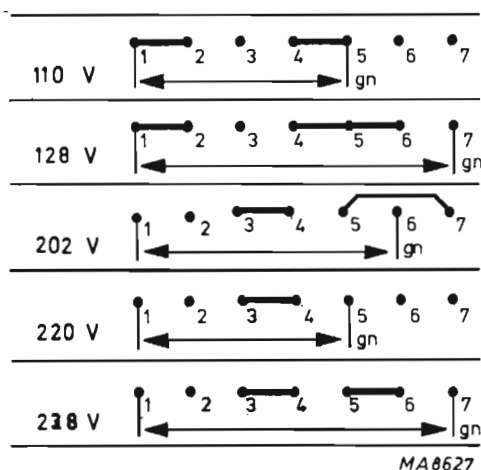

Fig. 3. Schéma de branchement pour différentes tensions d'alimentation
- Modifier le circuit du primaire en fonction du schéma (fig. 3)